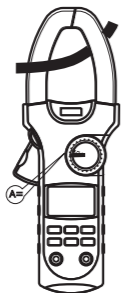

图 9
## 7. 直流电流测量 (A) (见图9)
注意: 电流测量功能必须在0°C~40°C之间操作在直流电流测量时, 如果读数为正值, 则电流的方向为由上到下(见图9: 面板为上, 底盖为下)。